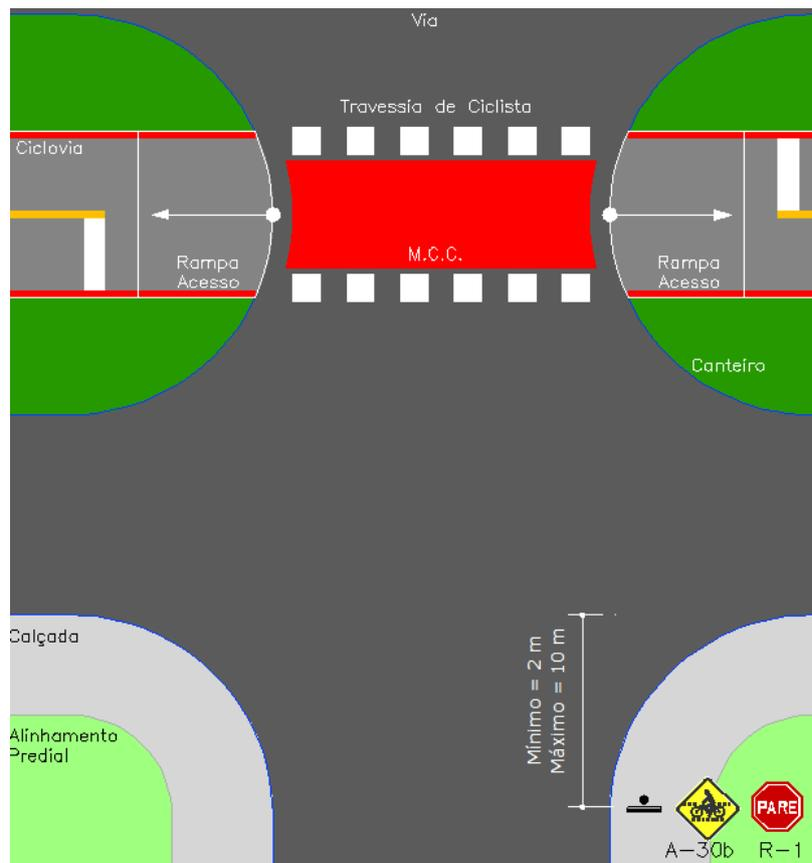

Figura 12 – Placa de Advertência A-30b – Cruzamento Transversal.
- Em cruzamentos transversais colocá-la junto à placa de PARE – R1, a uma distância mínima de 2 metros até a distância máxima de 10 metros do prolongamento do meio fio. Ver Figura 12.